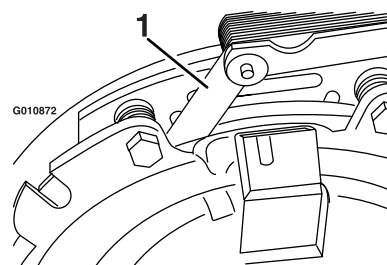

**Figura 83**
- B. Afferrate la linguetta sporgente con una pinza a becchi sottili o con le dita, e rimuovete lo spessore (Figura 83).
Eliminate erba, morchia e altri detriti dalla griglia del motore. In questo modo garantirete un'adeguata ventilazione e una corretta velocità del motore e ridurrete la possibilità di surriscaldamento e danni meccanici al motore (Figura 83).